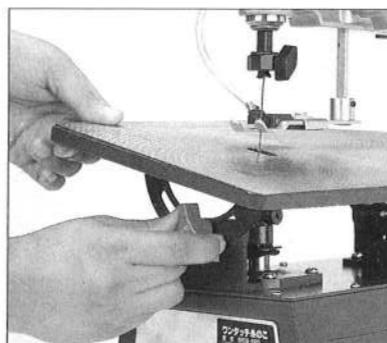

図3
- テーブルを本体のフラケットの上に置き、前後のテーブルガイドを固定ネジで強く締めて下さい。テーブルは0°～45°の間で傾斜させることができます。(図3参照)